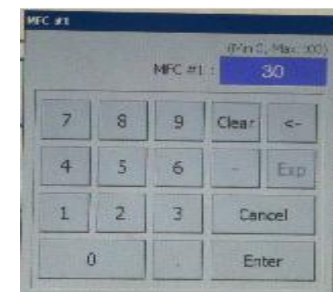
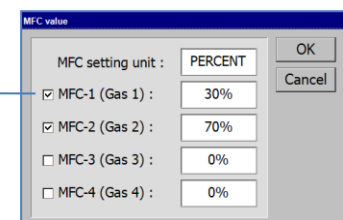

Fig.4
Fig.5
"MFC"를 누르면 그림Fig.4가 뜨며 이 창에서 가스 유입량을 PERCENT 또는 SCCM단위로 입력합니다. 퍼센트 단위로 입력할 경우에는 MFC를 통해 유입되는 가스 량은 입력 된 process pressure를 유지하기 위해 각 비율에 맞게 자동으로 조절 됩니다. SCCM 단위로 입력할 경우에는 가스 유입량을 직접 SCCM단위로 입력할 수 있으며 압력과 무관하게 항상 입력된 가스 량만큼 유입 됩니다. PERCENT 단위로 입력할 경우 각 MFC의 총합은 100%가 되어야 합니다.
입력이 완료되어 "Enter"를 누르면 다음 창(Fig.5)이 뜹니다. 입력 값을 확인하고 그림의 a 란에 체크를 하고 "OK"를 누르면 즉시 가스 유입이 시작됩니다. 반면, 체크를 하지 않고 "OK"를 누르면 입력 값은 저장되고 가스 유입은 없는 상태에서 메인 화면으로 돌아갑니다. (참고로, Fig.5창에서도 직접 입력 값을 수정 할 수 있습니다.)
1. "MFC1"을 눌러 MFC를 통해 유입시킬 가스 양을 SCCM 또는 PERCENT 단위로 입력합니다. (Fig.4, Fig.5 참조)